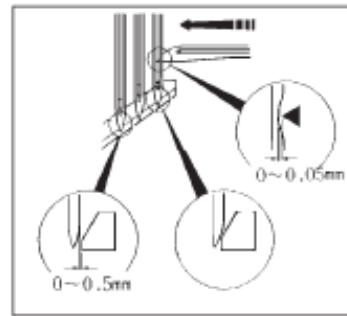

Fig. 11
*Adjust the height of Needle Guard (Rear) by loosening Screw (B) so that the line (A) will come to the center of each eye, when Needles lower to lowest positions, and when the point of Loper passes the back of each Needle, Right Needle is pushed forward leaving a clearance of 0-0.05mm for left Needle.(Fig. 11)
* Ajuste la altura del Guarda Agujas Posterior aflojando el Tornillo (B) así que la línea (A) llegue al centro de cada ojo, cuando las agujas bajan al máximo, y cuando la punta del Engazador pasa por detrás de cada Aguja, la Aguja de la derecha es empujada hacia adelante dejando un espacio libre de 0-0.05 mm para la Aguja de la izquierda. (Fig. 11)